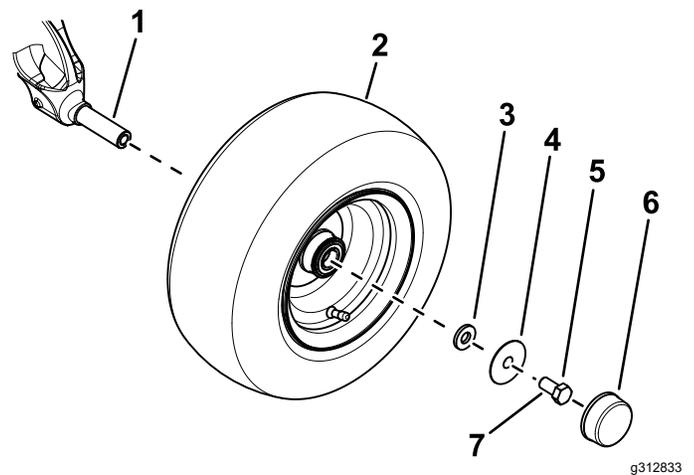

Рисунок 3
- Используйте малую шайбу, большую шайбу, болт ($\frac{5}{8}$ x $1\frac{1}{4}$ дюйма) для крепления колеса к шпинделю моста (Рисунок 3).
- Установите пылезащитный колпачок на колесо (Рисунок 3).